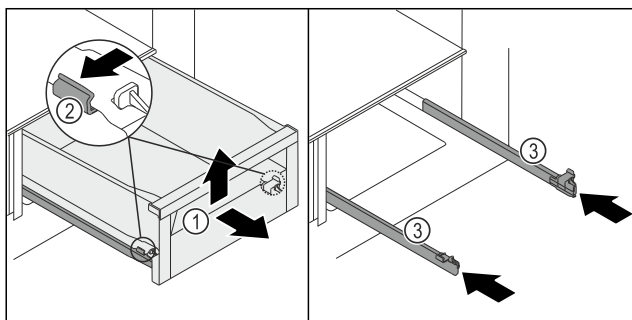

Fig. 146
- Vytáhněte zásuvku Fig. 146 (1) až na doraz.
- Svorku Fig. 146 (2) vlevo a vpravo současně lehce stlačte na kolejničkách směrem ven.
- Zásuvka Fig. 146 (1) se uvolní z kolejniček.
- Nadzvedněte zásuvku Fig. 146 (1) vpředu.
- Vyjměte zásuvku Fig. 146 (1) dopředu.
- Zasuňte kolejničky Fig. 146 (3).